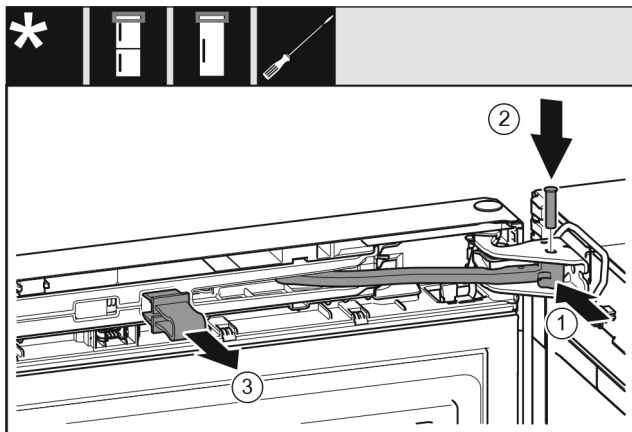

Fig. 21
- Gire la articulación en el soporte de cojinete. Fig. 21 (1)
- Introduzca el perno en el soporte de cojinete y la articulación. Preste atención a que el saliente de retención descansa correctamente en la ranura. Fig. 21 (2)
- Retire el seguro. Fig. 21 (3)